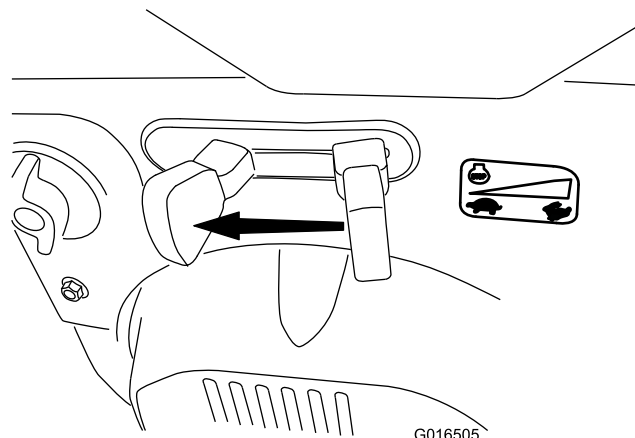

Figura 26
1. Portate l'acceleratore in posizione SLOW (lenta) e quindi in posizione STOP (arresto) (Figura 26) per spegnere il motore. È possibile arrestare il motore anche tirando in fuori la chiave di accensione nella posizione centrale.